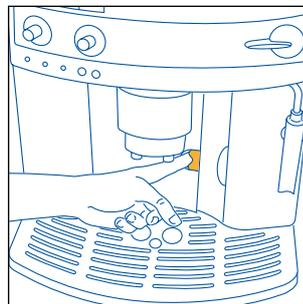
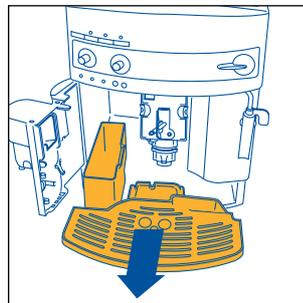

Fig. 15
Fig. 16
NOTA 7: la máquina cuenta la cantidad de cafés que se sirven. Cada 14 cafés individuales (o 7 dobles), el piloto 📊 se enciende de manera fija (cap. 12 punto 3) advirtiendo que el recipiente de los posos está lleno y que hay que vaciarlo y limpiarlo. Hasta que no se limpia el recipiente de los posos, el piloto queda encendido y la máquina no puede hacer el café. Para limpiar, abra la portezuela de servicio situada en la parte delantera tirando de la manija correspondiente, fig. 15; se enciende el piloto 🔔 que parpadea (véase § 12 punto 9), entonces extraiga la bandeja recogegotas (fig. 16) vacíela y límpiela. Vacíe y limpie muy bien el recipiente de los posos procurando eliminar todos los residuos que puedan estar depositados en el fondo. Seque también las gotas de condensado que se depositen en el interior de la máquina, abajo de la bandeja recogegotas. **IMPORTANTE:** cuando se extrae la bandeja recogegotas es **OBLIGATORIO** vaciar siempre el recipiente de posos de café incluso si está poco lleno. Si esta operación no es efectuada, puede suceder que, cuando se preparan otros cafés, el recipiente de posos se llene más del previsto y que la máquina se atasque de pastillas usadas.
- abra la portezuela de servicio (fig. 15);
- extraiga la bandeja recogegotas y el recipiente de los posos (fig. 16) y lávelos;